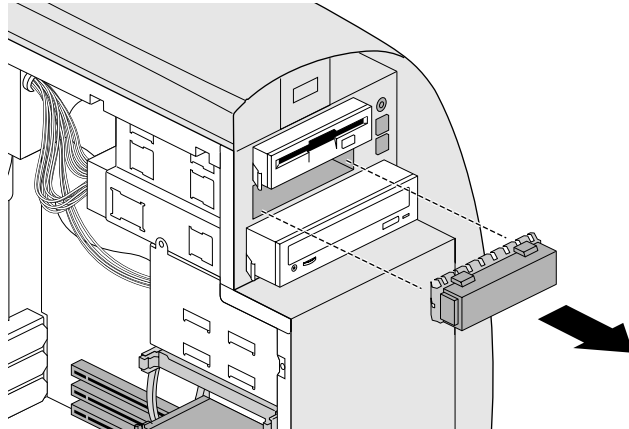

Figure 4-4 Retrait du panneau de protection de l'emplacement d'un lecteur de support amovible
7. Si un panneau protège le dispositif d'ouverture du lecteur, retirez-le, comme indiqué à la Figure 4-4.